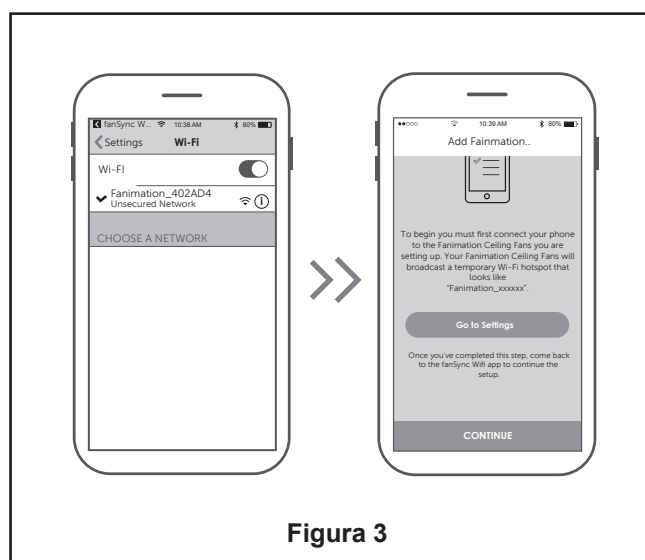

Figura 3
- ☐ 3. Seleccione el dispositivo Fanimation_XXXXXX y pulse "CONTINUAR". (Figura 3)